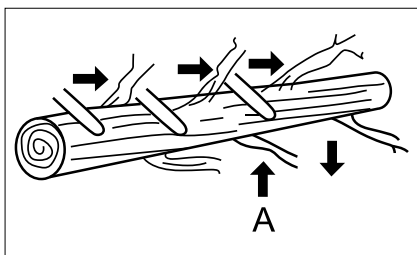

Fig. 18
La poda de ramas se realiza a partir de un árbol talado. No cortar las ramas que sostienen el tronco y evitar que rueda (A) hasta haber cortado el tronco (fig. 18).